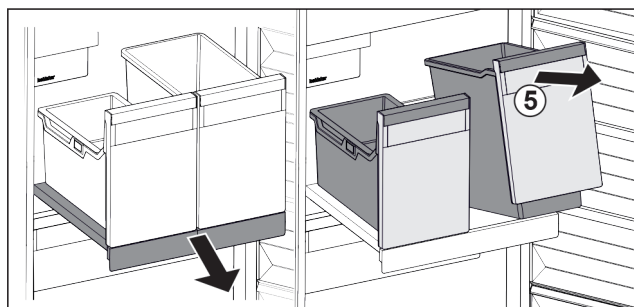

Fig. 84
- ▶ Løft beholderen Fig. 84 (5) foran.